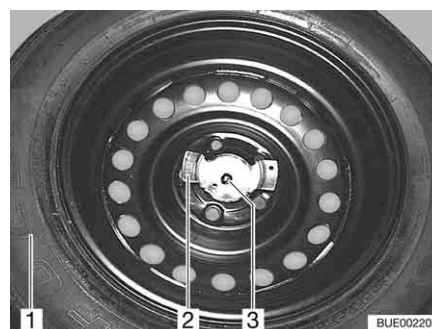

Fig. 223 Fixation de la roue de secours
- Dévisser les deux écrous (Fig. 223,2 et 3).
- Retirer la roue de secours (Fig. 223,1) de son étrier.